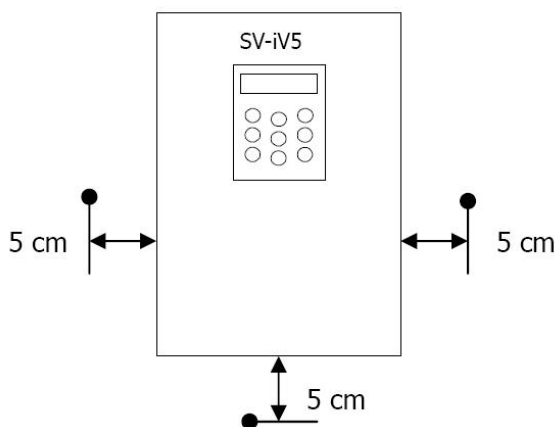

Рис.1
- Для предотвращения перегрева ЧП, необходимо размещать его с соблюдением минимальных расстояний от поверхности преобразователя до стен или других поверхностей (см. рис. 1).